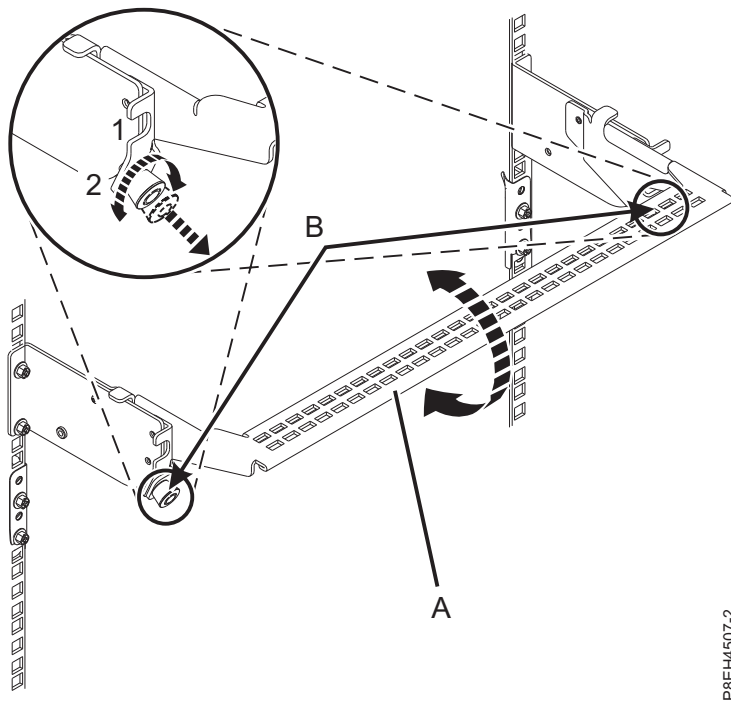

Abbildung 77. Kabelführungshalterung in Serviceposition bringen
9. Bringen Sie die Kabelführungshalterung auf der Rückseite des Einschubs für PCIe3-Erweiterungen in die Serviceposition. Siehe Abb. 77 auf Seite 75.